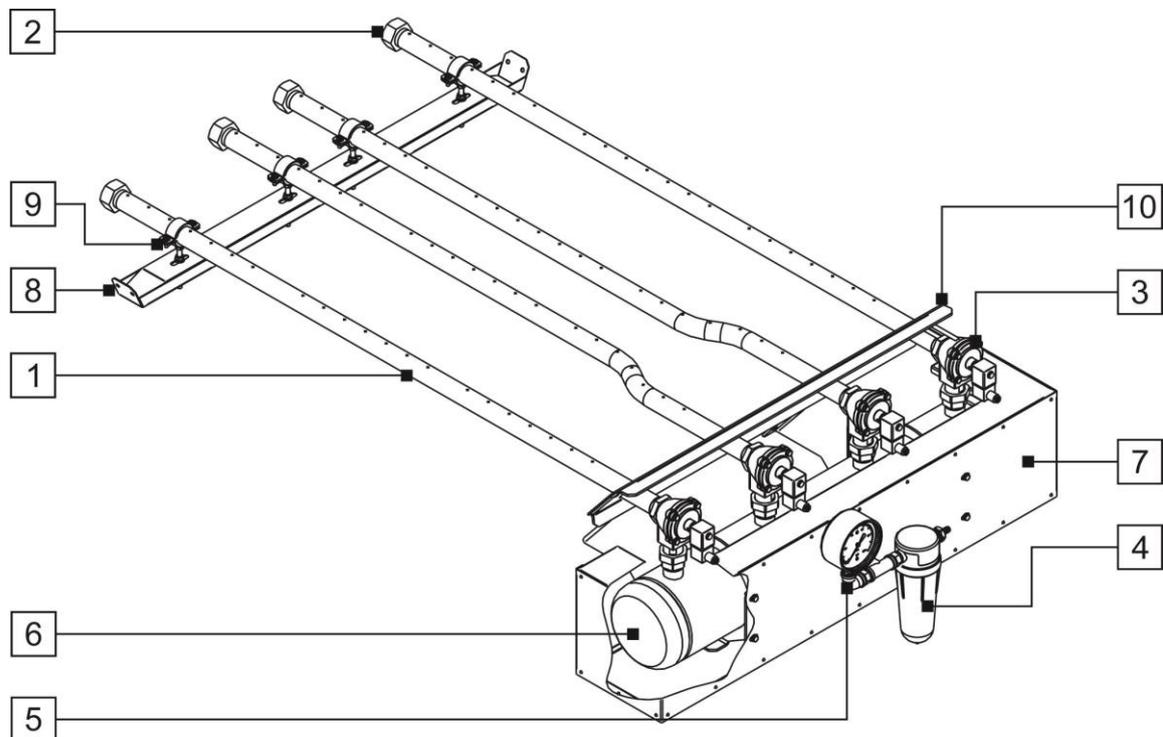

Рис. 16
1.4.14. СИСТЕМА РЕГЕНЕРАЦИИ СИТА УЗЛА РАССЕИВАНИЯ служит для очистки поверхности сита от частиц продукта помола застрявших в ячейках. Система регенерации сита узла рассеивания (Рис. 16) состоит из перфорированных трубок (1) на концах которых установлены заглушки (2), мембранных (импульсных) электрических клапанов (3), фильтра-осушителя с редукционным клапаном (4), манометра (5), ресивера (6), кожуха (7), монтажной рейки (8), хомутов (9), монтажной пластины (10).